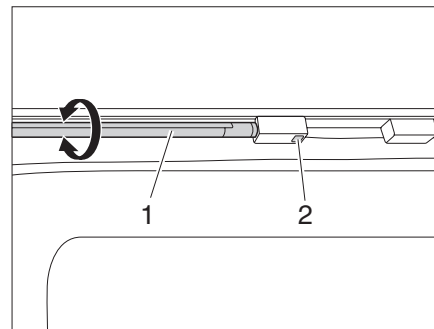

Fig. 45 Tira de luz LED
- ▶ Encender/apagar la tira de luz LED (Fig. 45,1) con el interruptor (Fig. 45,2).
- ▶ Agarrar el cuerpo luminoso de la tira de luz LED (Fig. 45,1) y girarlo.